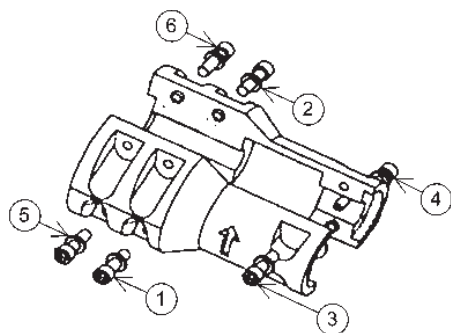

Figure 21 — Accouplement
1. Déposer les deux (2) carters d'accouplement.
3. Démontez l'accouplement : enlever les six (6) vis d'assemblage à 6 pans creux et la goupille de positionnement (fig. 21) et les conserver pour le remontage.